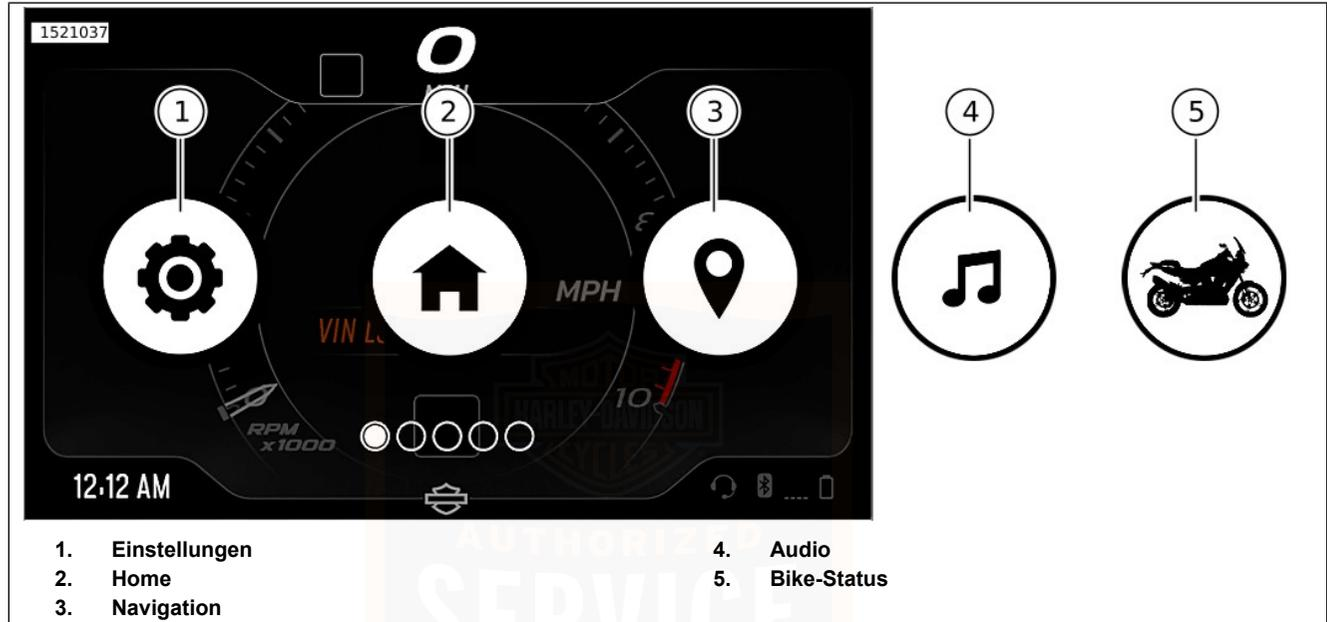

Abbildung 39. Menü-Auswahloptionen
Siehe Abbildung 39. Um auf die Menüauswahl auf IM zuzugreifen, drücken Sie die Menütaste (3) auf Linkes Handbedienmodul (LHCM) .
2. Siehe Abbildung 39. **Auswahl:** Menü „Einstellungen“ (1).
Siehe Abbildung 39. Zum Zugriff auf Audiofunktionen **Auswahl:** Audiokarte (4).
1. Siehe Abbildung 39. **Auswahl:** Menü „Einstellungen“ (1).